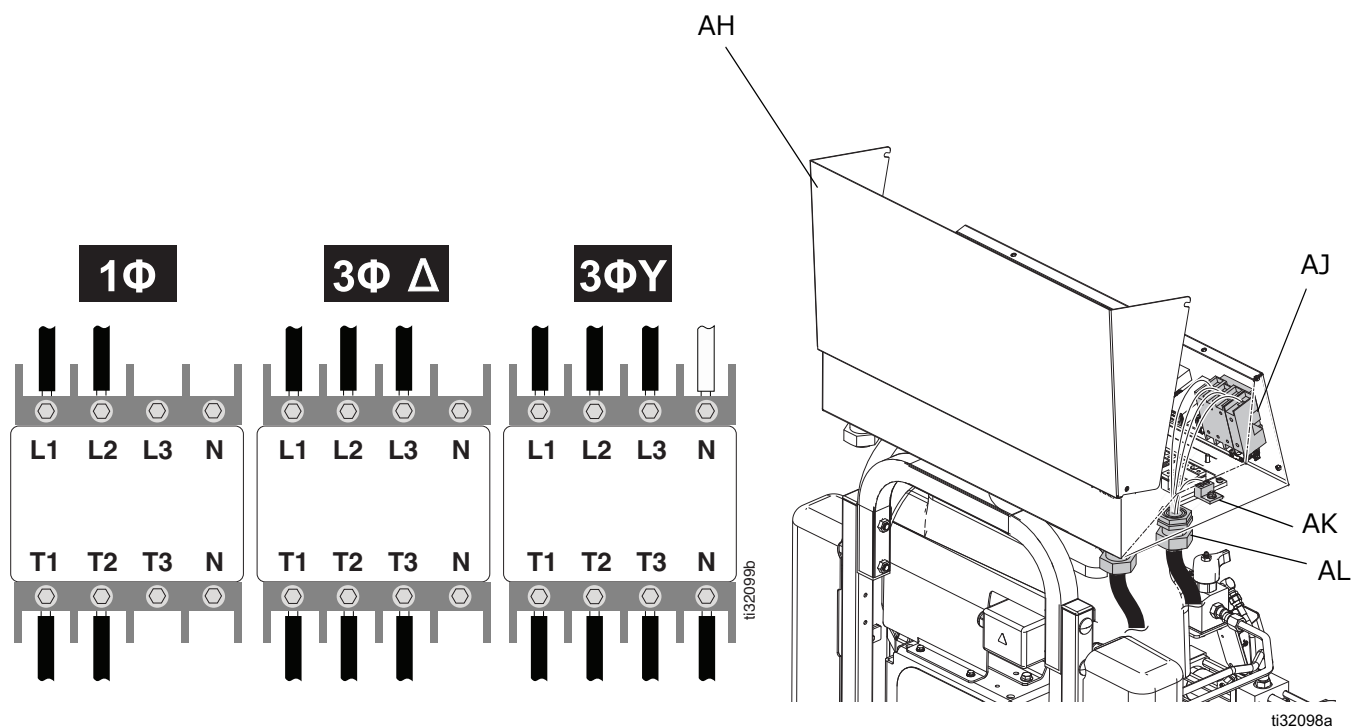

図 8: 引込み電源配線を接続
- 主電源断路 (CE) をオフにします。
- ボルト (BH) を緩め、ドアを上を持ち上げて、電気エンクロージャーのドア (AH) を開きます。図 8 を参照してください。
- 電気エンクロージャー (C) の中の電源入口コードグリップ (AL) に電源ケーブルを配線します。コードグリップ (AL) を締め付けます。図 8 を参照してください。
- 図 8 を参照してください。55 インチポンド (6.2 N•m) のトルクで締めます。すべての接続部分を、適切に固定されているか確認するため、そっと引っ張ります。
- 230V、1 相**：5/32 または 4 mm 六角レンチを使って、2 つの電源リード線を L1 と L2 に接続します。緑を接地つまみ (AK) に接続します。
- 230V、3 相**：5/32 または 4 mm 六角レンチを使って、3 つの電源リード線を L1、L2、L3 に接続します。緑を接地つまみ (AK) に接続します。
- 400 V、3 相**：5/32 または 4 mm 六角レンチを使って、3 つの電源リード線を L1、L2、L3 に接続します。ニュートラルを N に接続し、緑色を接地つまみ (AK) に接続します。
- 次の図に示されているように、すべての品目が接続されていることを確認します。図 8 を参照してください。電気エンクロージャーのドア (AH) を閉めて、ボルト (BH) を締め付けます。